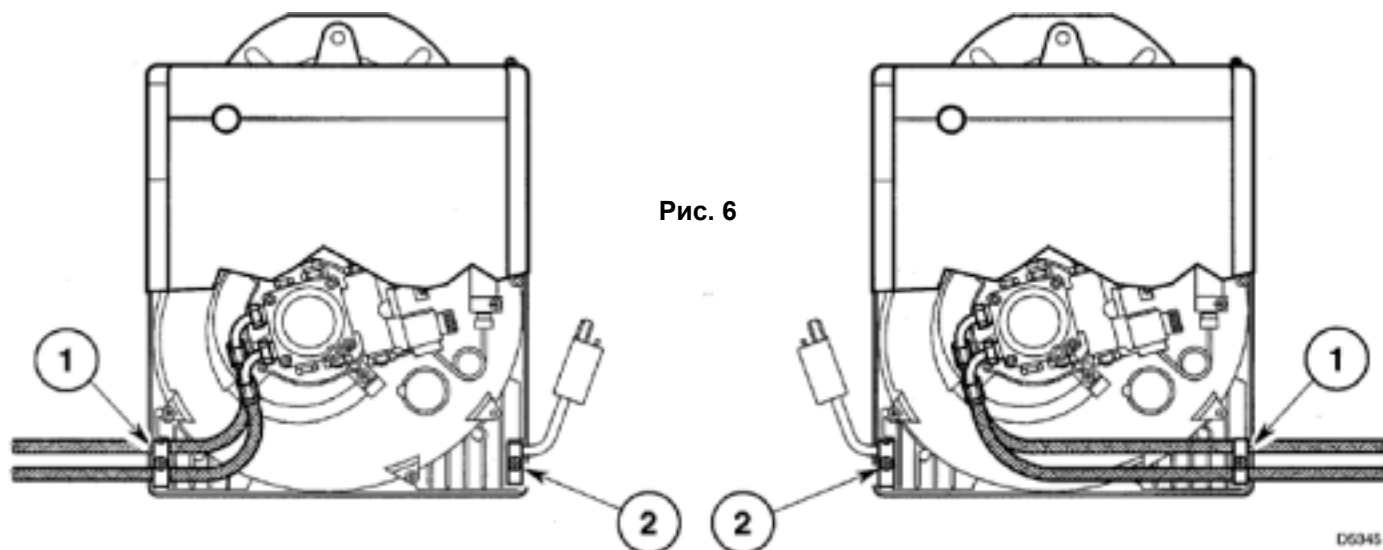

Рис. 6
Возможно крепление шлангов подачи топлива с обеих сторон котла. В зависимости от того, с какой стороны будут выходить шланги — справа или слева — следует должным образом расположить крепежные планки для шлангов (1) и кабелей (2) (см.рис. 6).